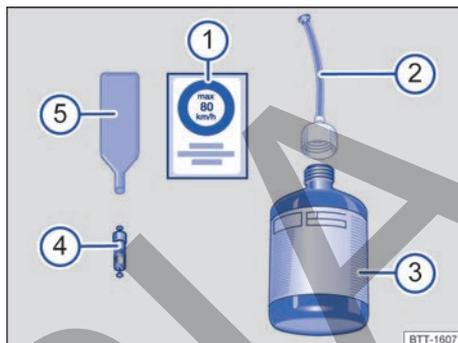

Fig. 242 Representación esquemática: componentes del kit reparapinchazos.
El kit reparapinchazos se compone de los siguientes elementos → fig. 242:
- ① Conmutador de encendido y apagado
- ② Tornillo de descarga de aire
- ③ Indicador de la presión de los neumáticos
- ④ Tubo de inflado
- ⑤ Conector de 12 voltios
- ⑥ Compresor de aire
El **desmontaobuses** → fig. 242 ⑤ lleva en el extremo inferior una ranura para el obús de la válvula. Solo así se puede desenroscar y volver a enroscar el obús de la válvula del neumático. Esto también vale para el obús de repuesto ④.
11. Pegue el adhesivo → fig. 242 ① del kit reparapinchazos en el tablero de instrumentos, dentro del campo de visión del conductor.
- Desenrosque el obús de la válvula con el desmontaobuses → fig. 242 ⑤ y deposítelo sobre una base limpia.
- Agite enérgicamente la botella de sellante → fig. 242 ③ unas cuantas veces.
- Enrosque fijamente el tubo de llenado → fig. 242 ② en la botella de sellante en el sentido de las agujas del reloj. El precinto de la boca de la botella se perfora automáticamente.
- Retire el tapón del tubo de llenado → fig. 242 ② e introduzca el extremo abierto en la válvula del neumático por completo.
- Enrosque nuevamente el obús en la válvula del neumático con ayuda del desmontaobuses → fig. 242 ⑤.